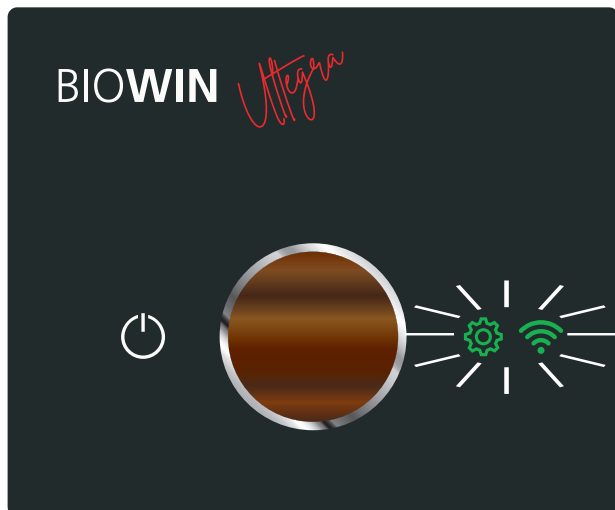
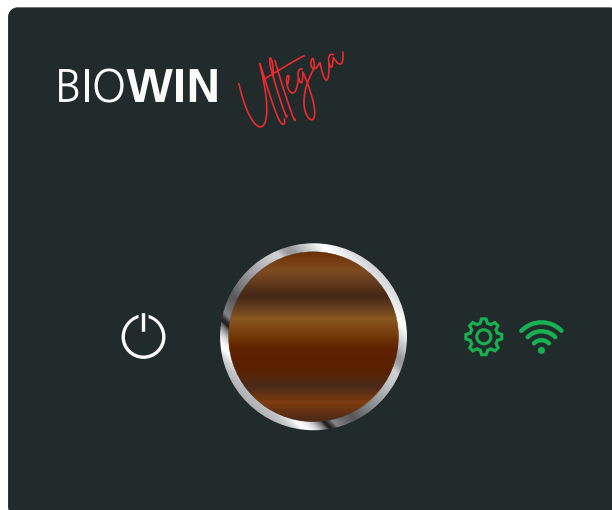

Fig. 25
Fig. 26
- ▶ Den myMagic Button am Heizkessel auf das Symbol Einstellungen  Drehen und kurz Drücken. Der Verbindungsmodus zum Heizkessel wird gestartet, die Symbole  und  blinken – Fig.25. Ist die Verbindung mit dem Windhager-Heizungs-APP „myComfort“ möglich, leuchten die Symbole  und  dauernd – Fig. 26.